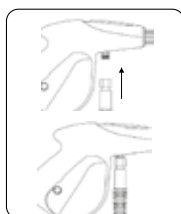

FIGURA 8.1
1. Conecte a ponta da mangueira na pistola (Figura 8.1).